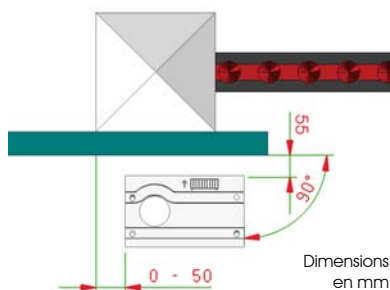

Fig. 6
2. La plaque de fondation doit être positionnée d'après la Fig. 5 (fermeture à droite) ou la Fig. 6 (fermeture à gauche) afin de garantir l'engrènement correct entre le pignon et la crémaillère.